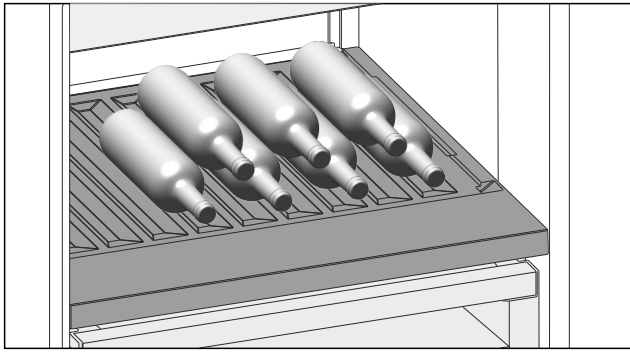

Fig. 124
- ▶ Flaschen mit dem Boden nach hinten zur Rückwand einlegen. (siehe Fig. 124)